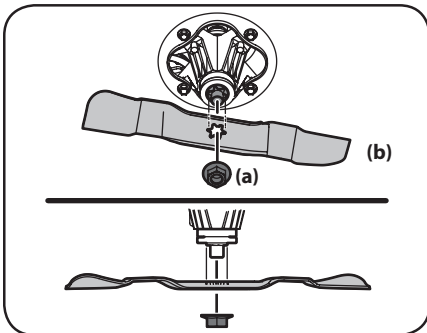

Figura 2
4. Extraiga las tuercas con reborde hexagonales (a) que sujetan las cuchillas al conjunto del husillo. Consulte la Figura 2.
2. Reemplace las tuercas con reborde hexagonales (a) y ajuste hasta el par: 70 pies-lb (mín.), 90 pies-lb (máx.). Consulte la Figura 2.